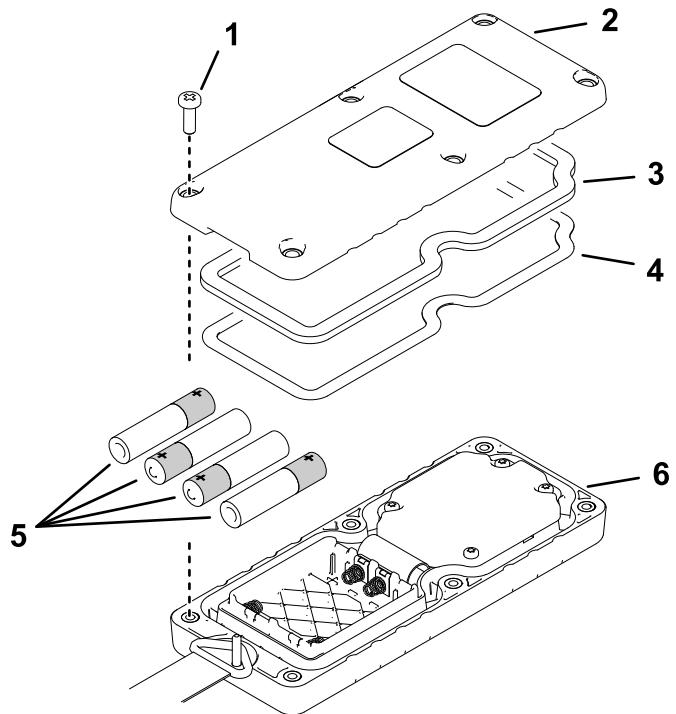

Bild 6
2. Legen Sie jede Batterie in ein Batteriefach ein und achten Sie auf die richtige Polarität (Bild 6).
3. Stellen Sie sicher, dass die Stahldichtung und die Gummidichtung im Kanal in der Fernbedienung liegen und setzen Sie die Rückabdeckung auf (Bild 6).
4. Befestigen Sie die Abdeckung mit sechs Schrauben (Bild 6) und ziehen sie bis auf 1,5-1,7 Nm an.